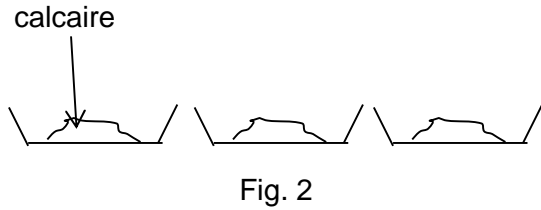

Fig. 2
- dans trois verres de montre, déposer un morceau de calcaire (fig. 2)